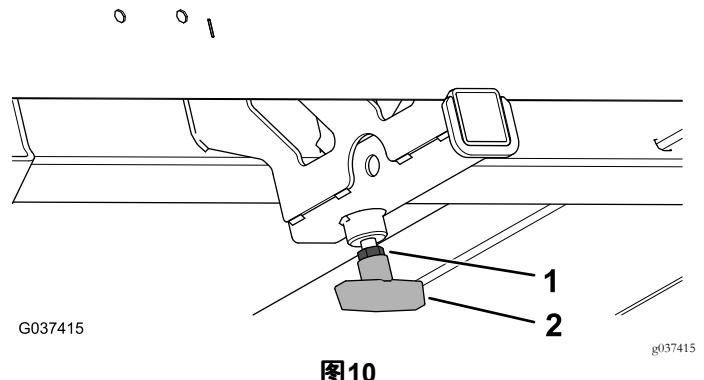

图10
9. 拧紧锁紧螺母  $3/8$  英寸使其完全贴紧T形手柄图10。